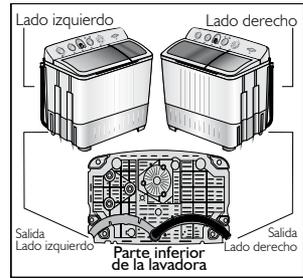

Figura 5
- La lavadora tiene dos salidas para instalar la manguera de drenaje (desagüe) una al lado izquierdo y otra al lado derecho. Elija la que más se adecue a las condiciones de instalación de su residencia. Finalmente fije la manguera en la abrazadera en la dirección deseada. (Ver figura 5).